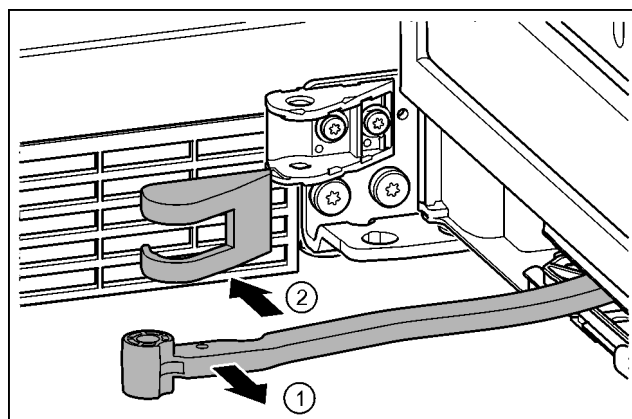

Fig. 16
- Gire la articulación en dirección de la puerta. Fig. 16 (1)
- Retire la cubierta del soporte de cojinete. Fig. 16 (2)